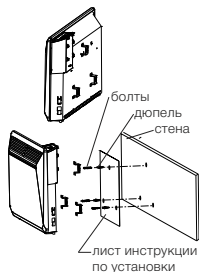

Рис. 4
- достать лист инструкции по установке (А) из коробки и приложить к стене, на место, куда будет установлен прибор. (рис. 4);
тирать мягкой тряпкой или влажной губкой. Ни в коем случае не используйте абразивные, пеномоющие средства и растворители. Произвести чистку пространства позади установленного на стене обогревателя довольно несложно. Нажмите вниз две защелки (рис. 4) на задней стенке обогревателя, и потяните сам обогреватель вперед. После того, как он будет снят, можно будет вымыть стенку, на которой он был установлен.